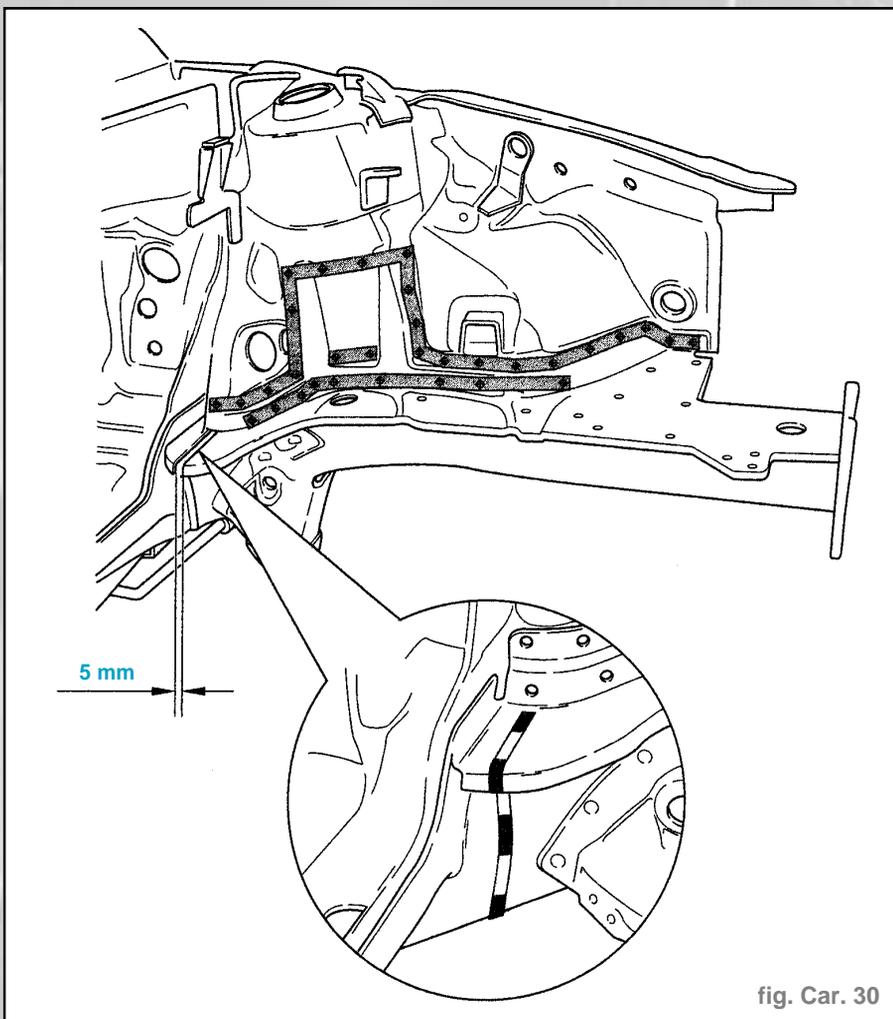

fig. Car. 30
- Ligne de coupe longeron AV (fig. Car. 30).